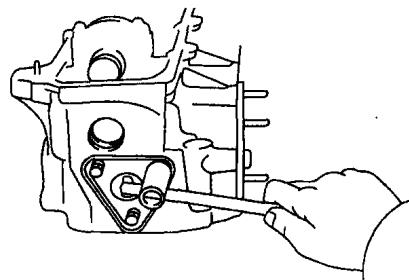

图 1-20 拆下气缸盖后板
- (3) 旋下 3 个螺栓，如图 1-20 所示，拆下气缸盖后板。